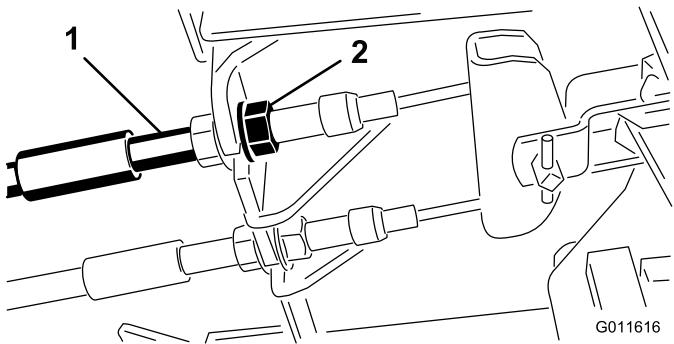

Figure 36
- Pour réduire la garde aux pédales de frein, serrez les freins en desserrant l'écrou avant sur l'extrémité filetée du câble de frein (Figure 36).